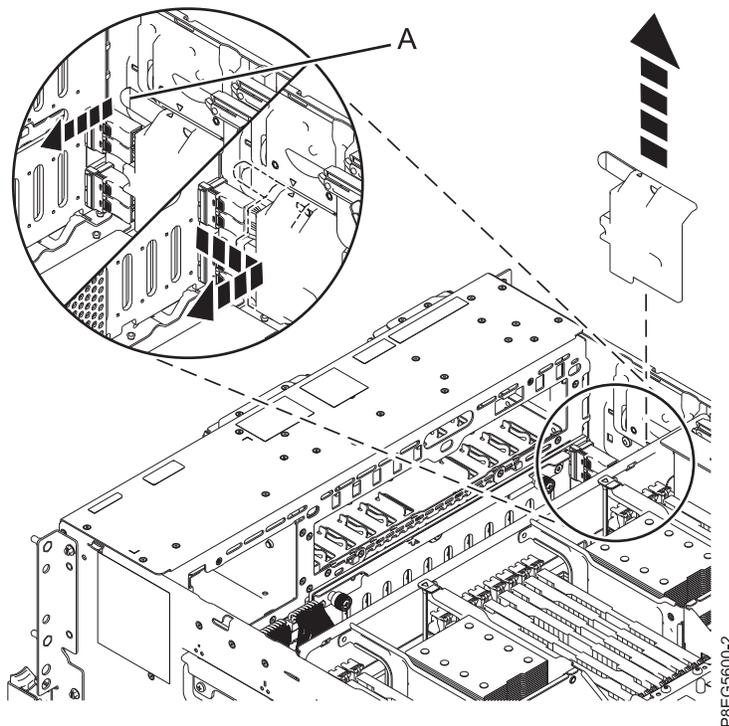

Abbildung 11. SAS-Kabelabdeckung ausbauen
3. Bauen Sie die SAS-Kabelabdeckung von der Seite des Gehäuses aus. Fassen Sie den Griff (A) an und ziehen Sie ihn von der Seite des Systems weg. Schieben Sie die Abdeckung anschließend, wie dargestellt, zur Rückseite, um sie auszubauen. Siehe Abb. 11.